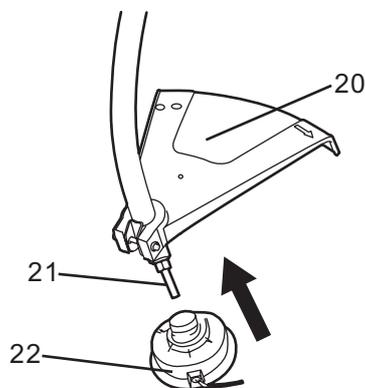

Fig. 4
- 1). Fixez correctement le capot de protection (20).
- 2). Enfilez la tête de coupe (22) sur la broche (21) (fig. 4).